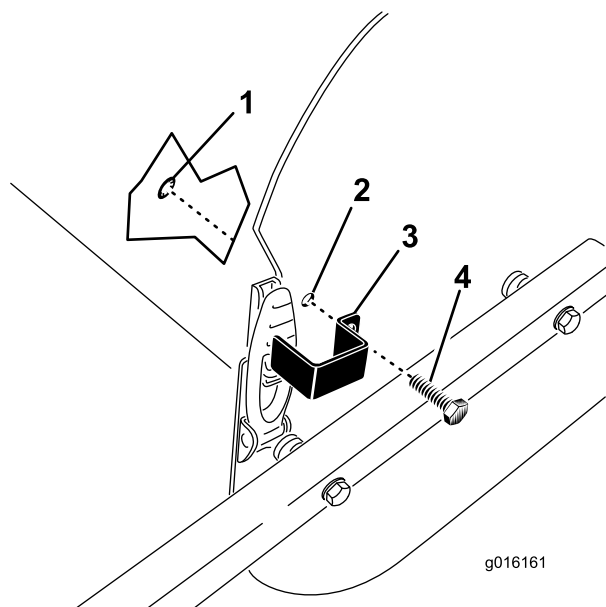

Figura 30
1. Coloque la pletina del cierre sobre el cierre del capó alineando el taladro de montaje con el taladro de la chapa lateral (Figura 30).
2. Sujete la pletina del cierre a la chapa lateral con un perno de rosca completa y un anillo de retención (Figura 30).